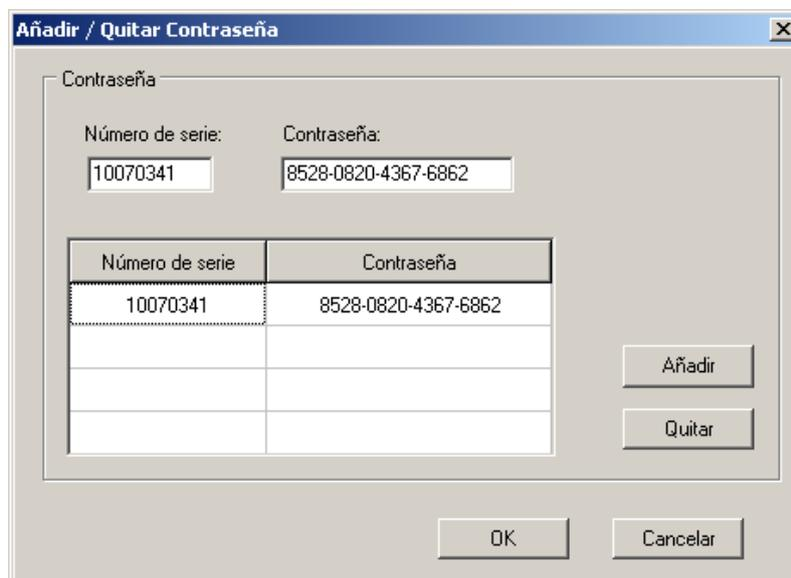

Fig. 48: Inserción contraseña inicial
7. Seleccione el comando “**Config** → **Contraseña...**”, inserte el número de serie del instrumento y la contraseña (indicada en la etiqueta del CD-ROM incluido en dotación) y confirme con “Conforme” (ver Fig. 48)